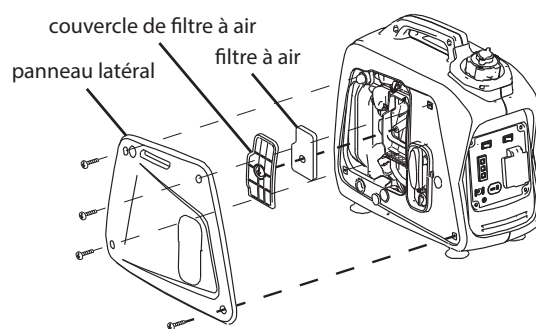

FIGURE 8
1. Déposer le panneau latéral sur le côté lanceur du groupe électrogène en desserrant ses quatre vis de fixation. **VOIR FIGURE 8**